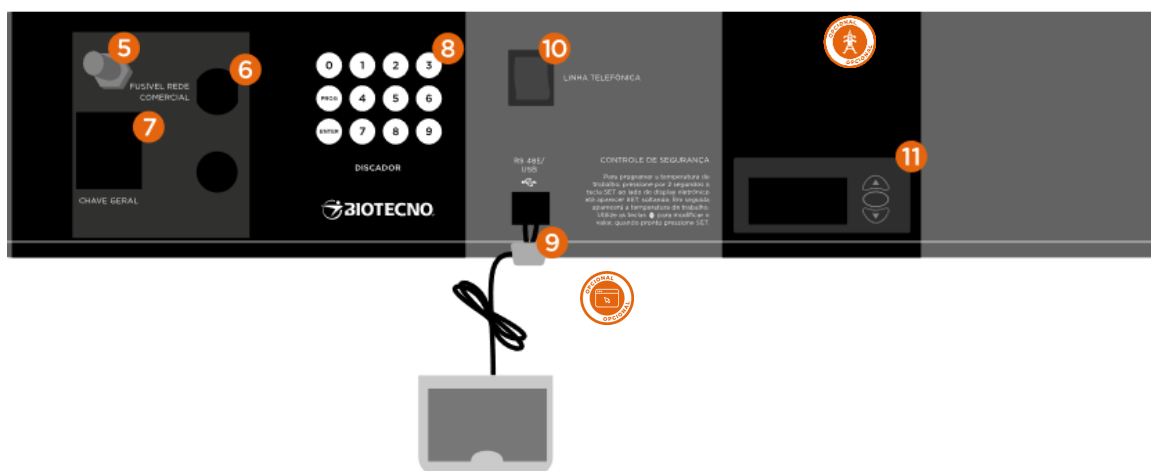

Figura 5 – Painel Posterior
7.1.3 DISCADOR TELEFÔNICO LINHA FIXA (Figura 5 - item 8)
7.1.4 DATA-LOGGER - SOFTWARE DE GERENCIAMENTO (Figura 5 - item 9)
9. PROGRAMAÇÃO ELETRÔNICA (Figura 5 - item 11)
10. DATA-LOGGER - SOFTWARE DE GERENCIAMENTO (Figura 5 - item 9)
11. INSTRUÇÕES DE INSTALAÇÃO DO DISCADOR FIXO (Figura 5 - itens 8 e 10)
Conecte o cabo telefônico à entrada da Linha Telefônica, na face posterior do painel do seu equipamento (Figura 5 - item 10).